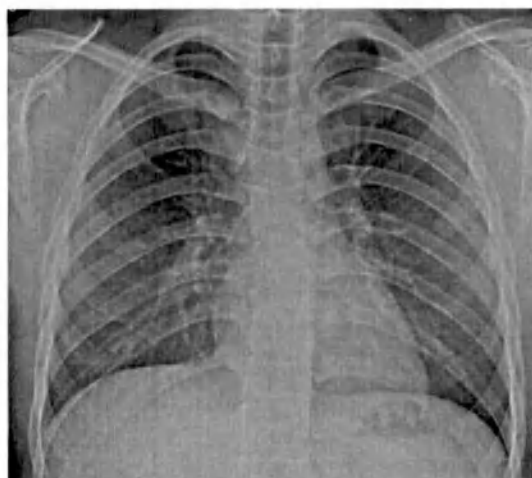

Рис. 119 КТИ
- На изображении появится графическая конструкция (Рис. 119 КТИ), состоящая из трех параллельных линий и линии перпендикуляра;